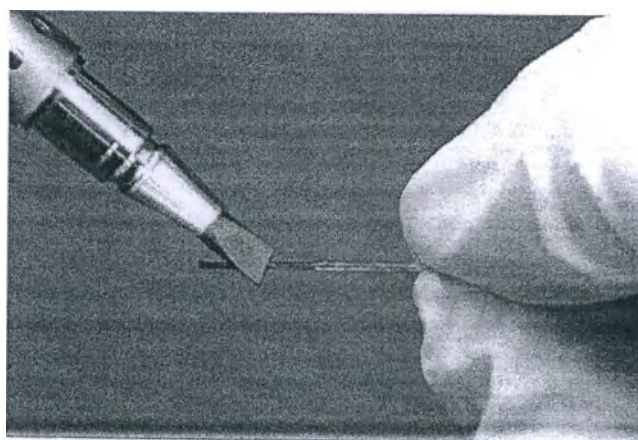

Рис. 12. Надрезание и скалывание.
- B.** С помощью прецизионного скалывателя типа «ручка» проведите лезвием через верхнюю часть волокна с достаточным усилием, чтобы «поцарапать» волокно. См. Рисунок 12.